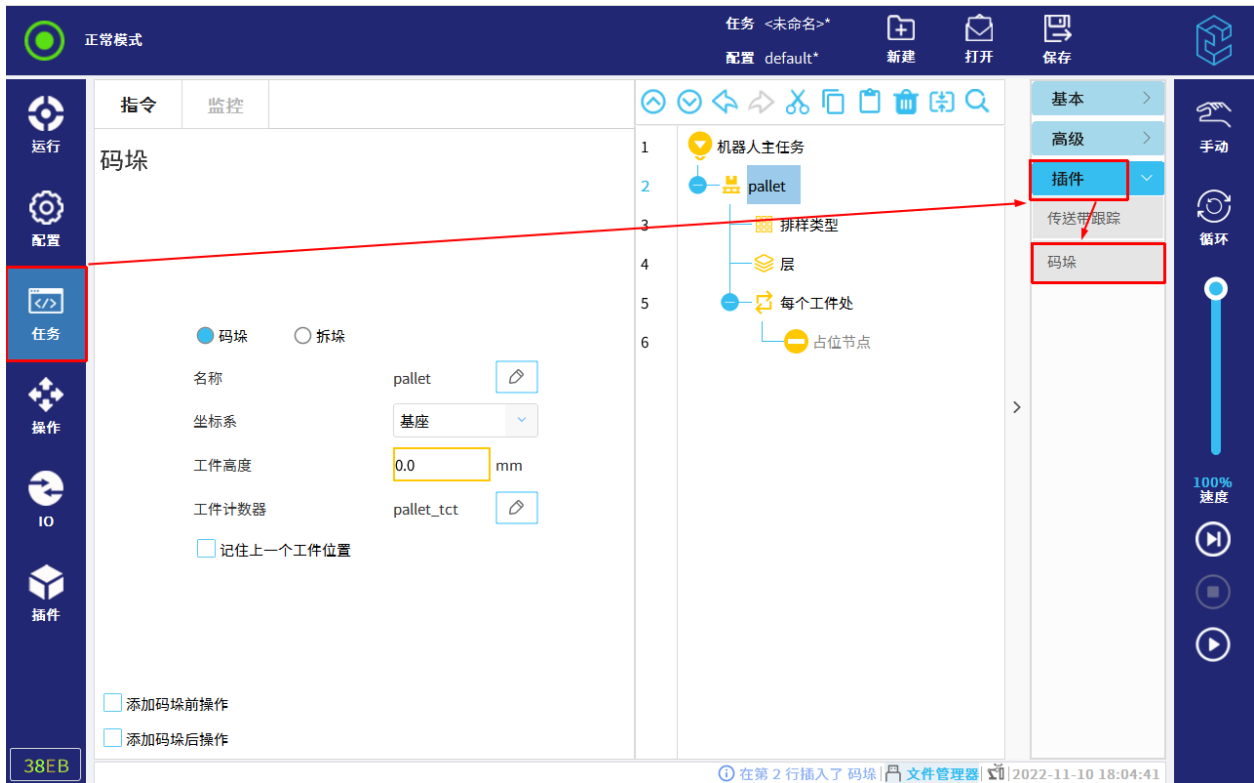

图 12-29 设置码垛任务参数
2. 设置码垛任务的名称、坐标系以及工件高度等，如图 12-29 所示。